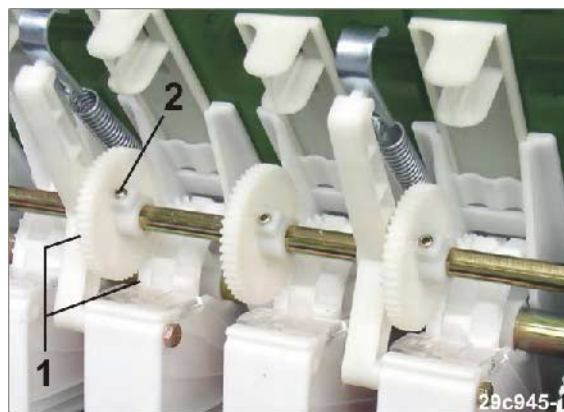

図 232
13. ドライブピニオンとトラムライン精密シードホイールの歯 (図 232/1) をかみ合わせてください。